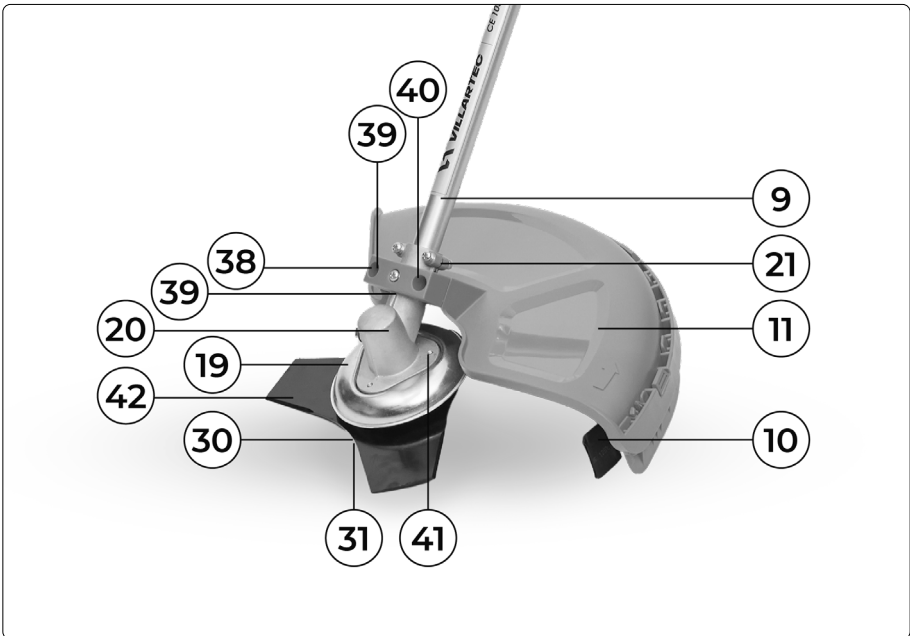

Рис. 12
- Снимите нижний фартук для работы с леской (Рис.12 поз.10).
- Установите нож (Рис.12 поз.42) строго по центру верхнего фланца. Установите шайбу (Рис.12 поз.30) выступающим центром в сторону ножа. Установите гайку ножа (Рис.12 поз.31) закручивая по направлению против часовой стрелки. Нож (Рис.12 поз.42) вращается против часовой стрелки.